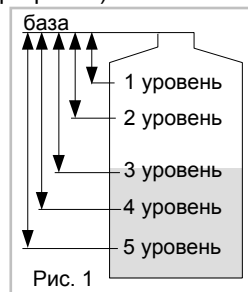

Рис. 1
1.2 Преобразователь предназначен для контроля уровня жидкости в резервуаре по нескольким точкам – контрольным уровням (пример - рис. 1).